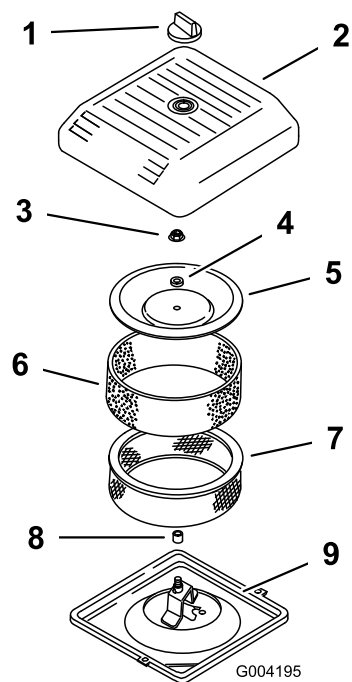

Рисунок 40
3. Отверните ручку и снимите крышку воздухоочистителя (Рисунок 40).
4. Осторожно снимите фильтр предварительной очистки из пеноматериала с бумажного элемента (Рисунок 40).
5. Отверните гайку крышки и снимите крышку, проставку и бумажный фильтр (Рисунок 40).
2. Установите узел воздухоочистителя на его основание (Рисунок 40).
3. Установите крышку, проставку и закрепите их гайкой крышки (Рисунок 40). Затяните гайку с моментом 11 Н·м.
4. Установите крышку воздухоочистителя и закрепите ручкой (Рисунок 40).